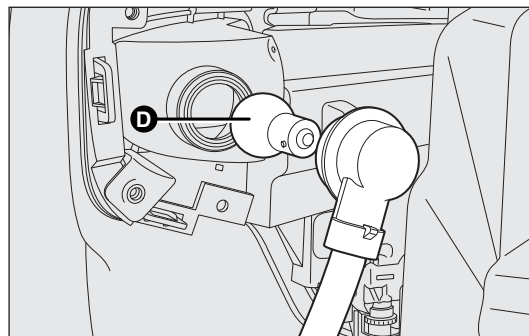

fig. 165
- ☐ saque la lámpara D-fig. 165 empujándola ligeramente y girándola hacia la izquierda (bloqueo de "bayoneta") luego, sustitúyala;